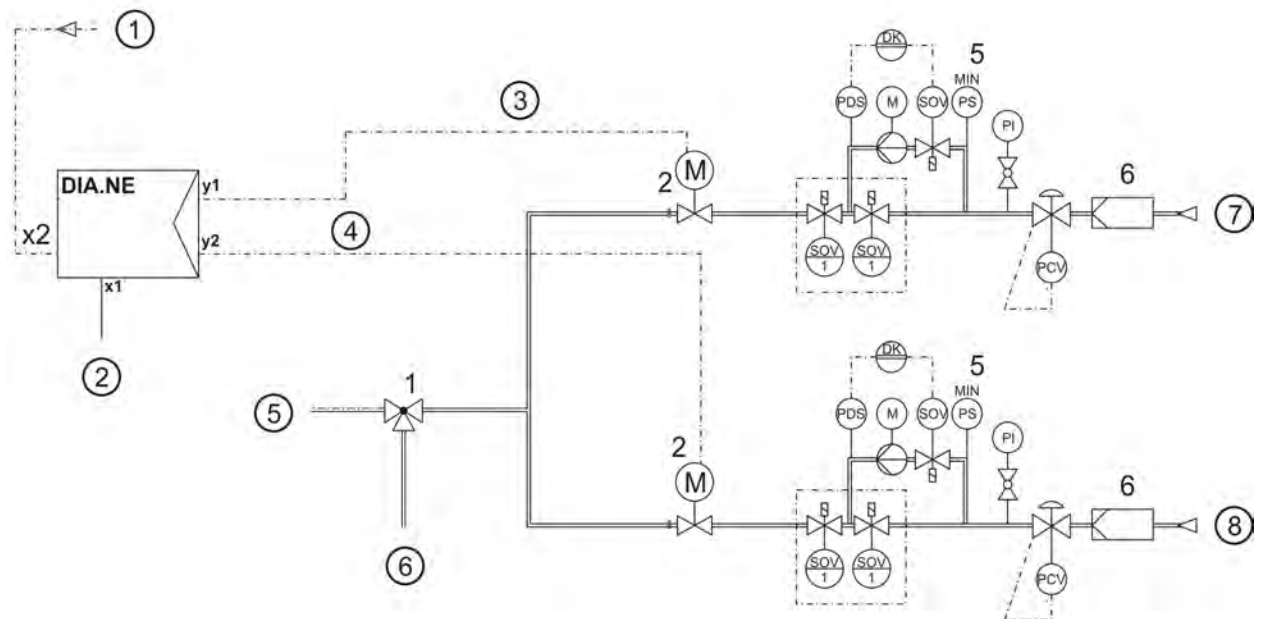

Figure 1 : Schéma du système de régulation de pression de gaz
Le schéma du système de réglage de pression de gaz (voir figure 1) illustre deux systèmes de régulation de pression pour les deux gaz combustibles et les deux valves de réglage de gaz (2).
Pour le fonctionnement avec deux gaz combustibles, il faut installer deux systèmes de régulation de pression de gaz munis chacun de leur propre valve de réglage (voir figure 1). Afin de permettre le passage de flux importants pour des gaz ayant une faible valeur calorifique, il est possible d'utiliser deux valves de réglage de gaz en parallèle (valve 1 et valve 3). La quantité pour chaque type de gaz est calculée sur la base de plusieurs constantes du gaz et du moteur. La quantité de gaz voulue est acheminée vers la valve de gaz correspondante en fonction du type de gaz choisi. Le réglage Leanox corrige selon la valeur Lambda souhaitée, qui est à son tour utilisée pour le calcul de la quantité de gaz des deux gaz combustibles. En cas de fonctionnement avec des gaz de type 1_2, les paramètres afférents sont interpolés sur la base d'un « signal de qualité de gaz » entre les paramètres des gaz de type 1 et de type 2.